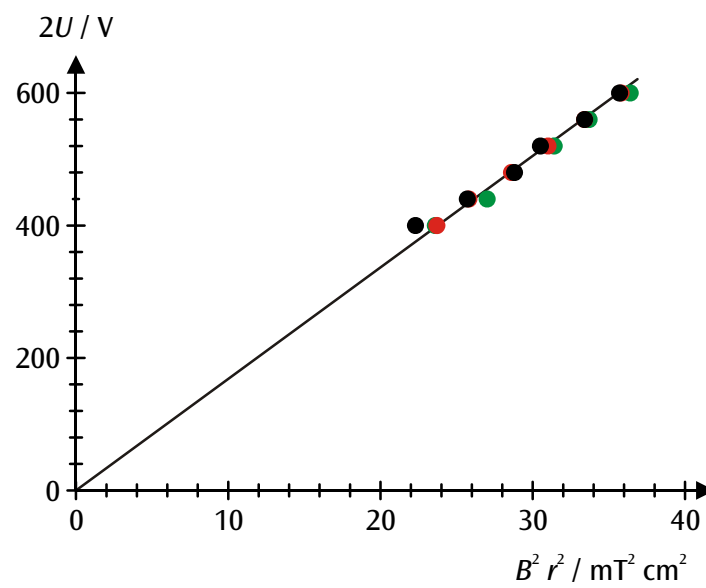

Fig. 3 Diagrama $r^2 B^2 / 2U$ de los valores de medición (negro: $r = 5 \text{ cm}$, rojo: $r = 4 \text{ cm}$, verde: $r = 3 \text{ cm}$)
- Para la evaluación ulterior se llevan los valores de medida a un diagrama $r^2 B^2 - 2U$ (ver Fig. 3) La pendiente de la recta que pasa por el origen de coordenadas corresponde a e/m .